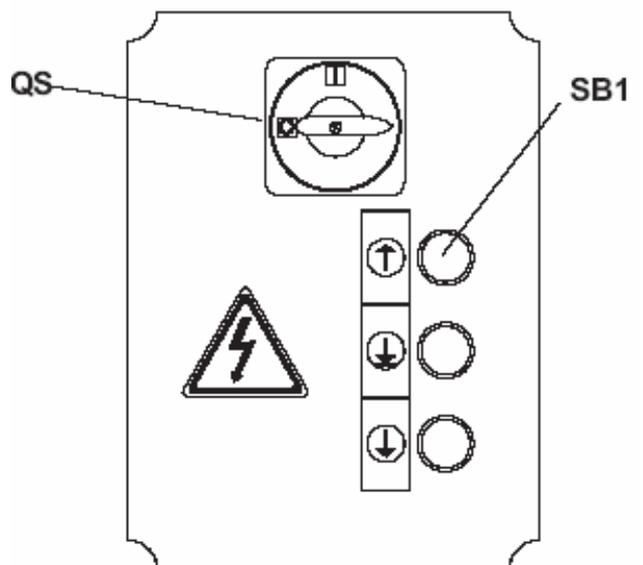

Рисунок 50.
- 5) Закройте коробку с контактами, поверните главный выключатель (QS, Рисунок 50), в положение «1» нажмите кнопку поднятия верх (SB1, Рисунок 50) и, если направление вращения двигателя не соответствует направлению, которое указано с помощью стрелки, поменяйте 2 фазы электропитания.